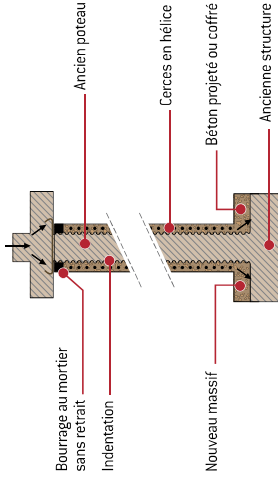

Figure 8. Chemisage en béton armé d'un poteau + fondation renforcée (coupe transversale)
- Renforcement par application de matériaux composites (fibres carbone, verre...) ou par chemisage en béton armé (fig. 8, 10 et 11).